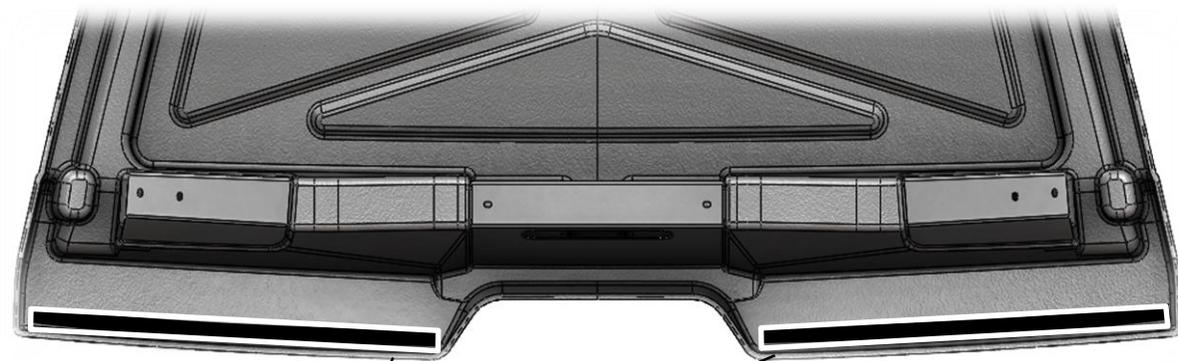

Рис. 4
2. Наклейте уплотнители из комплекта на участки кунга и двери (Рис. 4, 6)